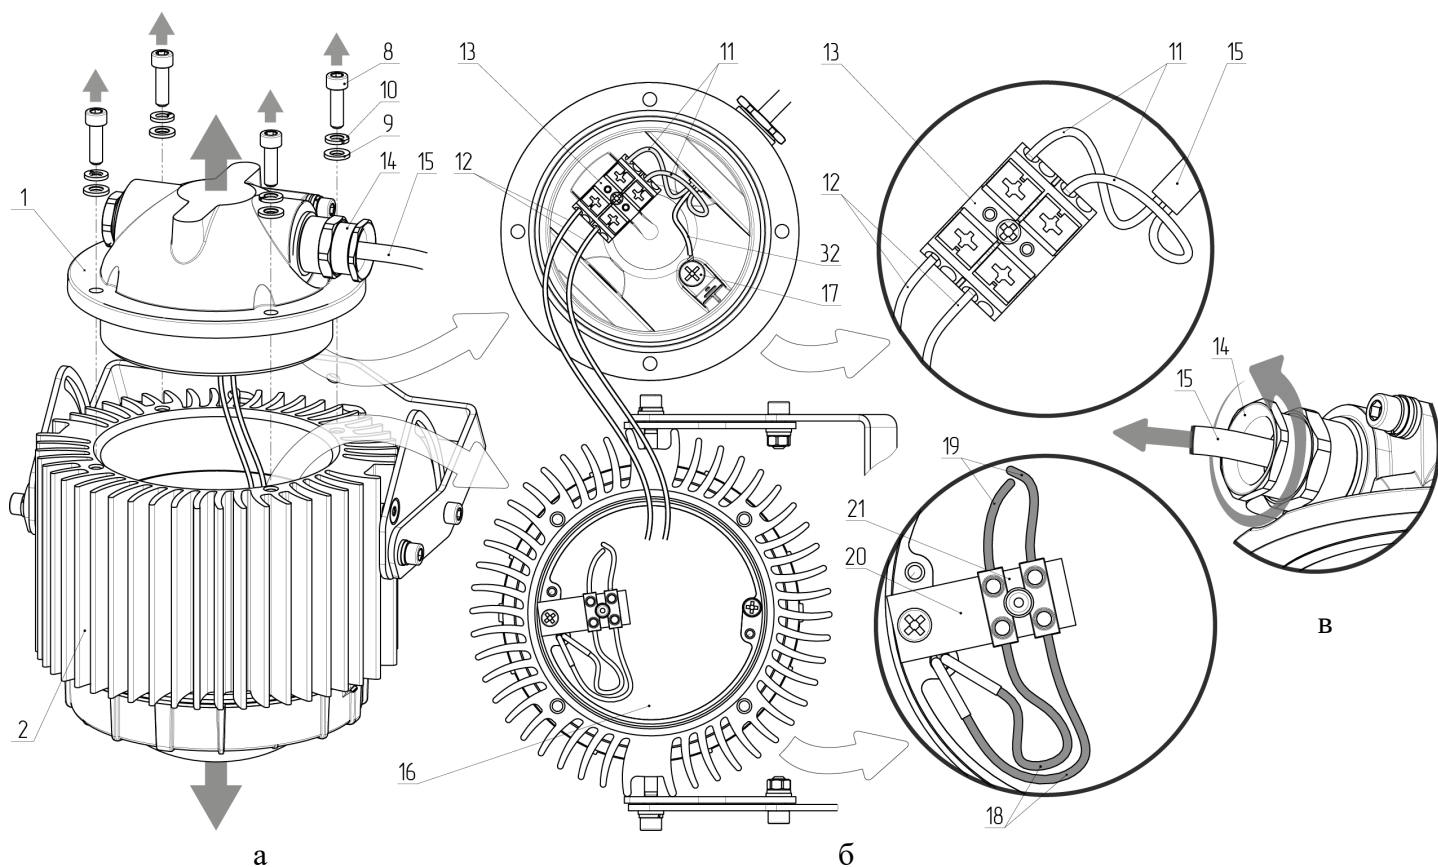

Рис. 16 – Демонтаж светильника с креплением ТМ21/22, ПГ21/22, ПГ31/32/33/31К/32К, П21/22, РБ21/22, РК21/22, ПК21/22, КР2х30/2х40, КР3х30/3х40, ДН50/100
4.1.4.1 – Выкрутить винты 8, снять шайбы 9 и 10, разъединить крышку 1 и корпус 2 светильника (см. рис. 16а).
4.1.4.2 – Отсоединить провода 11 силового кабеля и провода 12 источника питания 16 от клеммной колодки 13, установленной на внутренней стороне крышки 1, отсоединить провод заземления 32 (в случае его наличия), открутив винт заземления 17 на внутренней стороне крышки 1 (см рис. 16б).
4.1.4.3 – Ослабить нажимной штуцер 14 кабельного ввода, отсоединить силовой кабель 15 от светильника (см рис. 16в).
4.1.5.4 – В случае крепления на поворотной скобе КР41/42/43 (рис. 3): ослабить нажимной штуцер 14 кабельного ввода, отсоединить силовой кабель 15 от светильника (см рис. 16в), снять светильник вместе элементами крепления, предварительно отсоединив их от опорной поверхности.
4.2.2 – Для всех типов крепления/монтажа светильников: разъединить крышку 1 (совместно с распределительной коробкой 31 для вариантов монтажа на рис. 1-3) и корпус 2 светильника, аналогично действиям п. 4.1.4.1 (см. рис. 16а, 19).
4.2.3 – Отсоединить провода 18 светодиодной платы и провода 19 источника питания от клеммной колодки 21, установленной на планке 20 (см. рис. 16б).